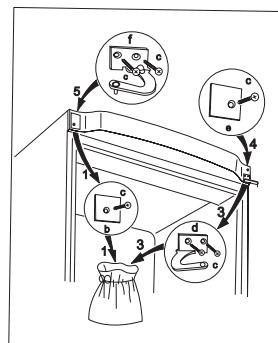

Рис. 1
- Достать из пакетика верхний держатель двери (f) и заглушку (c) и закрепить при помощи винта (c) (рис. 1).